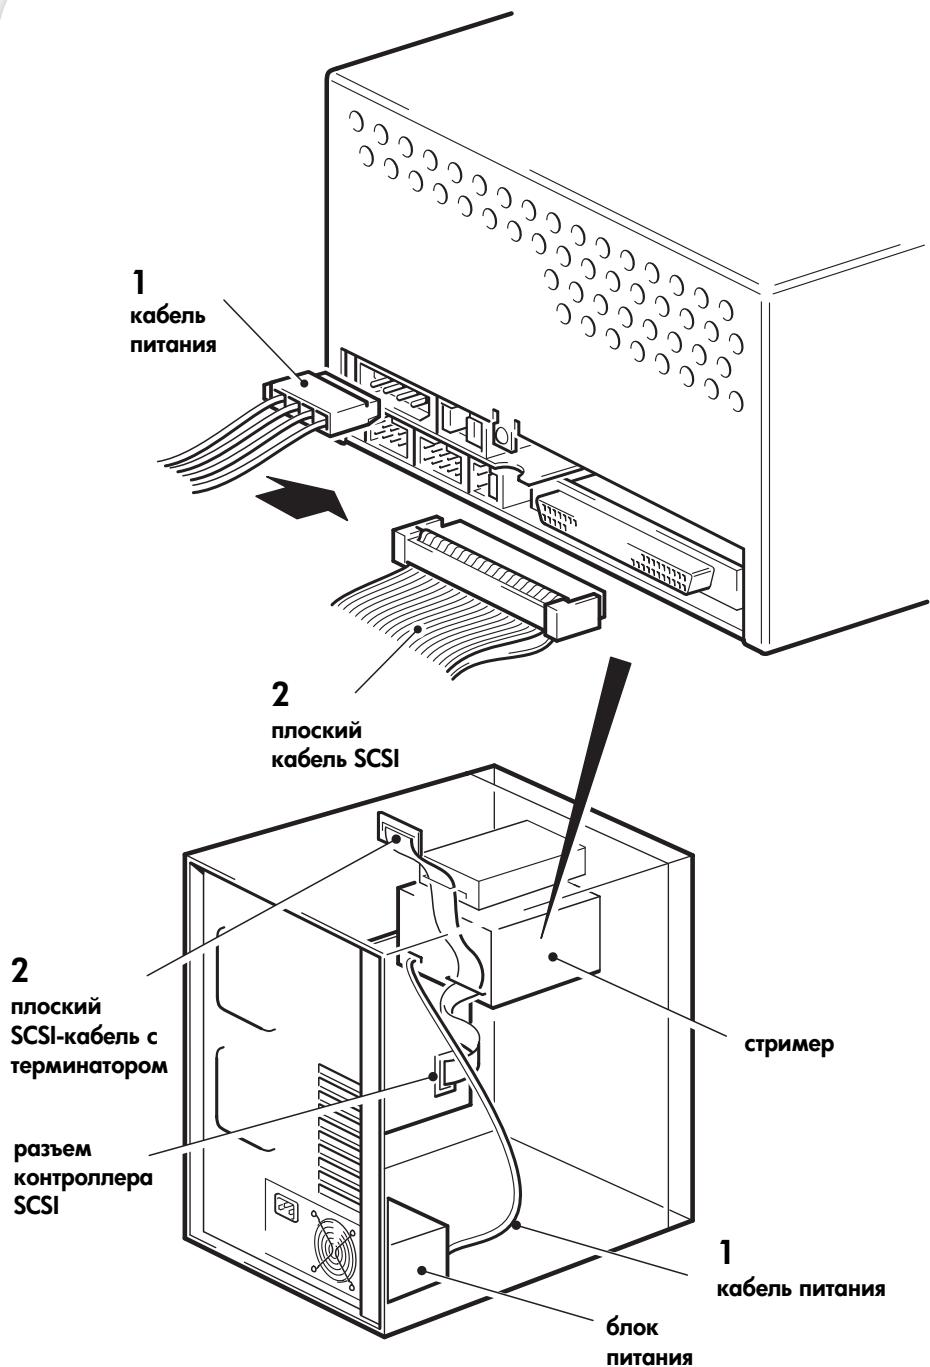

Рис. 7. Подключение кабеля питания и SCSI-кабеля
- 1 Подключите свободный кабель от внутреннего блока питания сервера к соответствующему разъему стримера (см. Рис. 7, п. 1).
- 2 Подключите свободный разъем плоского SCSI-кабеля главного адаптера сервера к SCSI-разъему стримера (см. Рис. 7, п. 2).
Если главный адаптер является первым устройством нашине, необходимо проверить, подключен ли терминатор к последнему устройству (см. Рис. 7, п. 2).